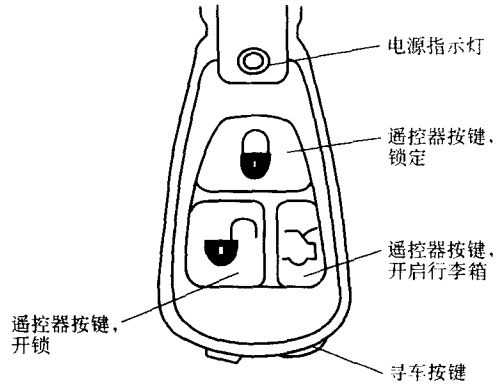

图 6-5 遥控器示意图
- (1) 配有可折式钥匙的主锁匙，有遥控器。
- (2) 配有可折式钥匙的备用锁匙，无遥控器。
(3) 按键功能如图 6-5 所示。
(4) 电池控制。